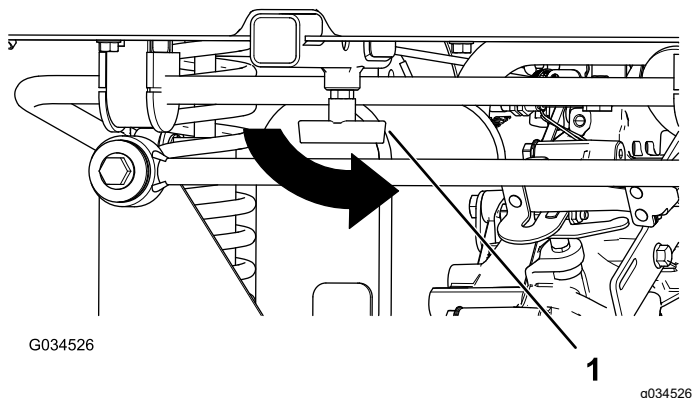

Figura 20
- Strângeți mânerul „T” prin rotirea acestuia în sens invers acelor de ceasornic (Figura 20).